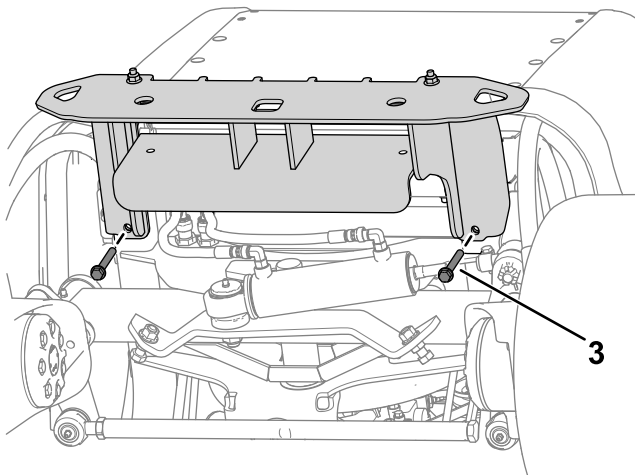

Рисунок 14
3. С помощью двух болтов (3/8 x 2 3/4 дюйма) и двух гаек (3/8 дюйма) прикрепите бампер под рамой машины (Рисунок 14).